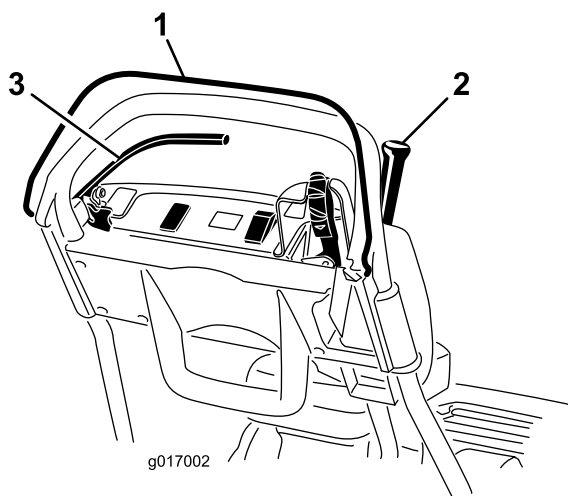

Figura 28
3. Tentate di innestare la leva della trazione con l'OPC rilasciato (Figura 28). La leva della trazione non deve innestarsi. Se la leva della trazione si innesta, il sistema di sicurezza deve essere revisionato. Rettificate il problema prima di utilizzare il tosaerba. Vedere Revisione del microinterruttore di sicurezza della trazione \(pagina 32\).
4. Tenete premuto l'OPC e la leva della trazione innestata per rilasciare l'OPC stesso (Figura 28). La leva della trazione deve disinnestarsi. Se la leva della trazione non si disinnesta, il sistema di sicurezza deve essere revisionato. Rettificate il problema prima di utilizzare il tosaerba. Fate riferimento a Revisione del microinterruttore di sicurezza della trazione \(pagina 32\) o (pagina).
5. Tenete premuto l'OPC e la leva del cambio spostata a sinistra per innestare il comando della trazione e del cilindro e rilasciare l'OPC (Figura 28). La leva della trazione deve disinnestarsi. Se la leva della trazione non si disinnesta, il sistema di sicurezza deve essere revisionato. Rettificate il problema prima di utilizzare il tosaerba. Fate riferimento a Revisione del microinterruttore di sicurezza della trazione \(pagina 32\), (pagina) o Regolazione del comando del cilindro \(pagina 36\).
6. Tenete premuto l'OPC e la leva del cambio spostata a sinistra per innestare il comando della trazione e del cilindro, spostate la leva del cambio a destra per disinnestare il comando del cilindro (Figura 28). Il comando del cilindro deve disinnestarsi. Se la leva della trazione non si disinnesta, il sistema di sicurezza deve essere revisionato. Rettificate il problema prima di utilizzare il tosaerba. Vedere Regolazione del comando del cilindro \(pagina 36\).
2. Tenete premuto l'OPC, la leva della trazione innestata e i comandi del motore in posizione di avviamento (Figura 28). Cercate di avviare il motore. Il motore non deve avviarsi. Se dovesse avviarsi, occorre fare revisionare il microinterruttore di sicurezza. Rettificate il problema prima di utilizzare il tosaerba. Vedere Revisione del microinterruttore di sicurezza della trazione \(pagina 32\).
2. Tenete la leva della trazione disinnestata, il freno di servizio inserito e i comandi del motore in posizione di avviamento (Figura 28). Cercate di avviare il motore. Il motore deve avviarsi. Se non dovesse avviarsi, occorre fare revisionare il microinterruttore di sicurezza.
3. Con il motore acceso, innestate il freno di servizio (non il freno di stazionamento), premete l'OPC e inserite la leva della trazione (Figura 28). Il motore dovrà funzionare senza essere compromesso dal freno, ma senza spegnersi. Se dovesse spegnersi immediatamente, occorre fare revisionare il microinterruttore di sicurezza. Rettificate il problema prima di utilizzare il tosaerba. Vedere Revisione del microinterruttore di sicurezza del freno \(pagina 32\).
4. Con il motore acceso, innestate il fermo del freno di stazionamento, premete l'OPC e inserite la leva della trazione (Figura 28). Il motore deve spegnersi. Se non dovesse spegnersi, occorre fare revisionare il microinterruttore di sicurezza. Rettificate il problema prima di utilizzare il tosaerba. Vedere Revisione del microinterruttore di sicurezza del freno \(pagina 32\).